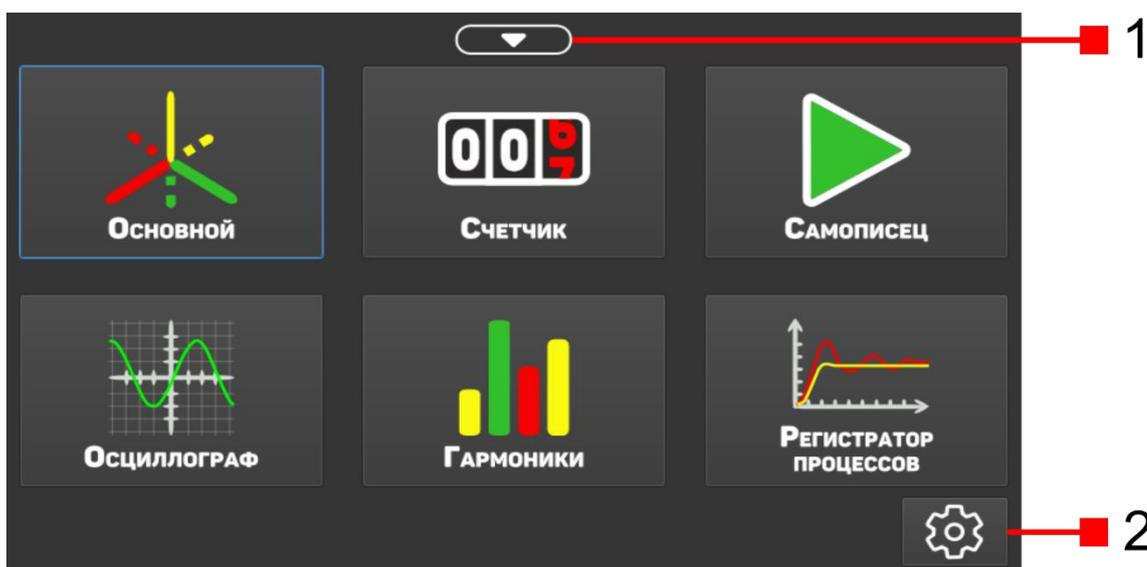
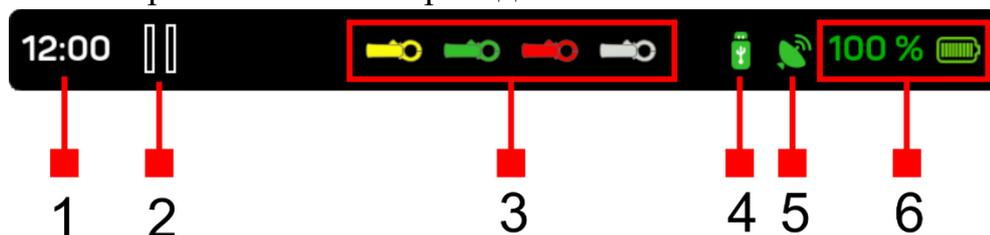

Рис. 9 – Элементы главного меню ВФМ-4
Рис. 10 – Строка состояния ВФМ-4
На главном меню ВФМ-4 (рис. 9) расположены кнопка вызова строки состояния прибора, кнопки выбора режимов измерений («Основной», «Счетчик», «Самописец», «Осциллограф», «Гармоники» и «Регистратор переходных процессов») и переход к меню настроек и вспомогательных функций прибора.
**6.2.1.** Кнопка вызова строки состояния располагается в верхней части экрана (см. элемент 1 на рис. 9) в любом выбранном режиме измерения или меню. При нажатии на неё, в верхней области дисплея появится всплывающее окно в котором отображается информация о различных состояниях прибора (рис. 10). Описание строки состояния приведено ниже.